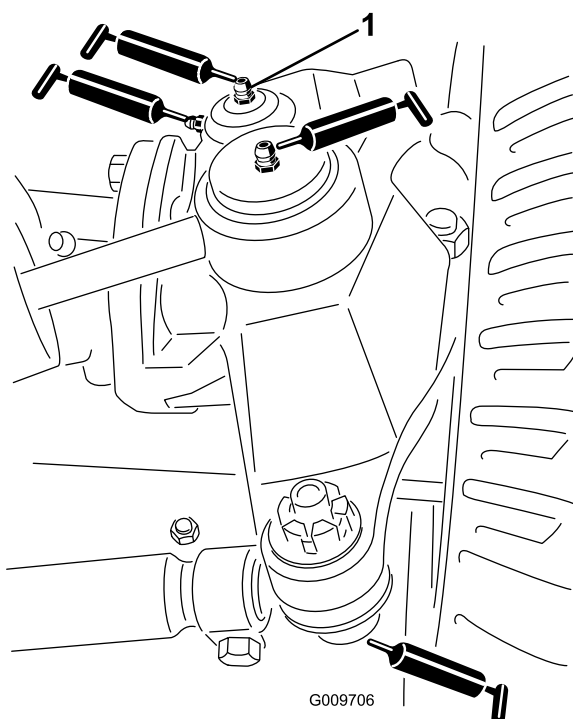

Figure 46
- Rotules de vérin de direction (2), comme montré à la Figure 46
- Rotules de biellettes de direction (2), comme montré à la Figure 46
- Bagues de pivot de fusée (2), comme montré à la Figure 46